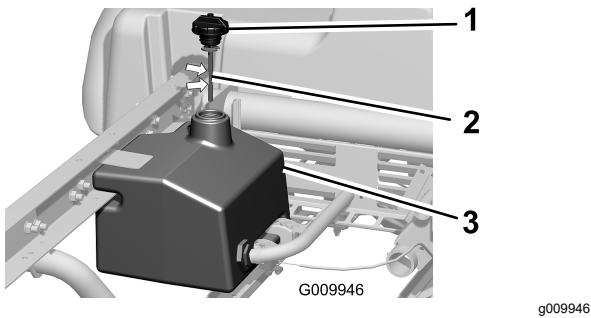

Bild 21
1. Reinigen Sie den Bereich um den Füllstutzen und den Deckel des Hydraulikbehälters (Bild 21).